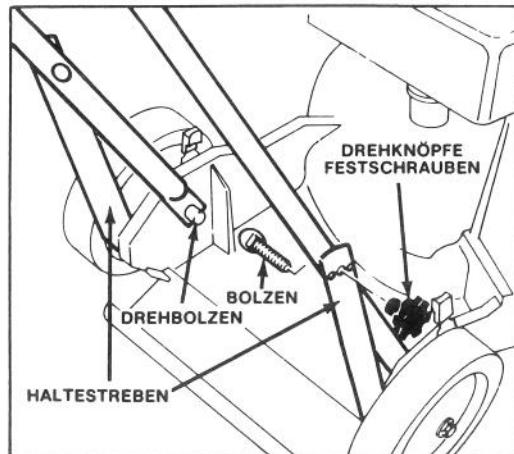

Abbildung 1
1. UNTERE SCHIEBESTANGEN (Abb. 1) — Enden der Schiebestangen zusammendrücken und auf die Drehbolzen stecken. Die Bolzen durch die Löcher in den Haltestreben stecken und die Drehknöpfe anbringen (Abb. 1). Gut festschrauben. Sicherstellen, daß das Kontrollkabel hinten und an der Innenseite des Griffes entlangläuft.